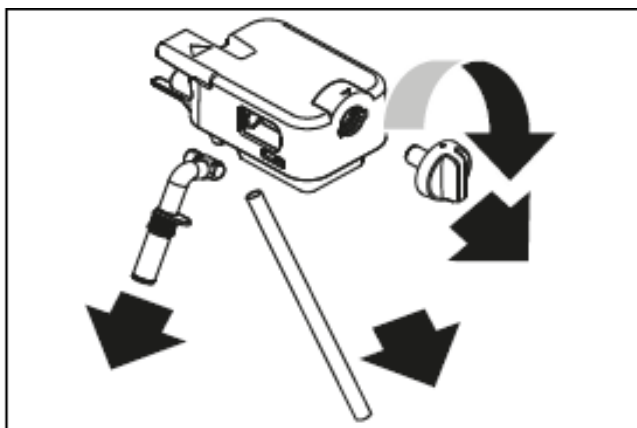

Рис. 52
- Поверните регулятор пены по часовой стрелке в положение "INSERT" (рис. 52) и снимите его.